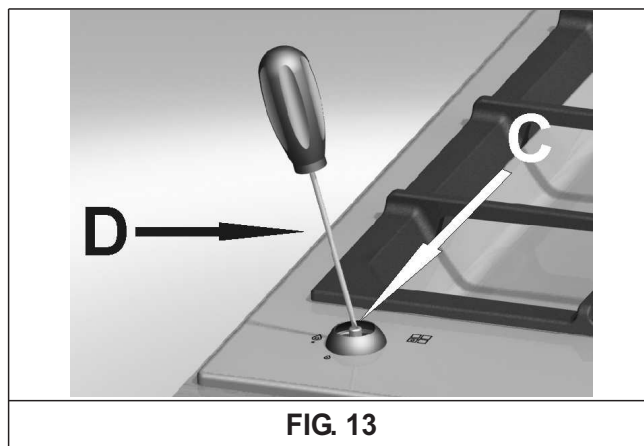

FIG. 13
- Retire o botão “M” (fig. 13) da torneira, o qual está fixado por simples pressão no veio da mesma.
- Introduza uma pequena chave de parafusos “D” no furo “C” (fig. 13) e gire para direita ou esquerda o cone de estrangulamento até que a chama do queimador esteja regulada no “Mínimo”.